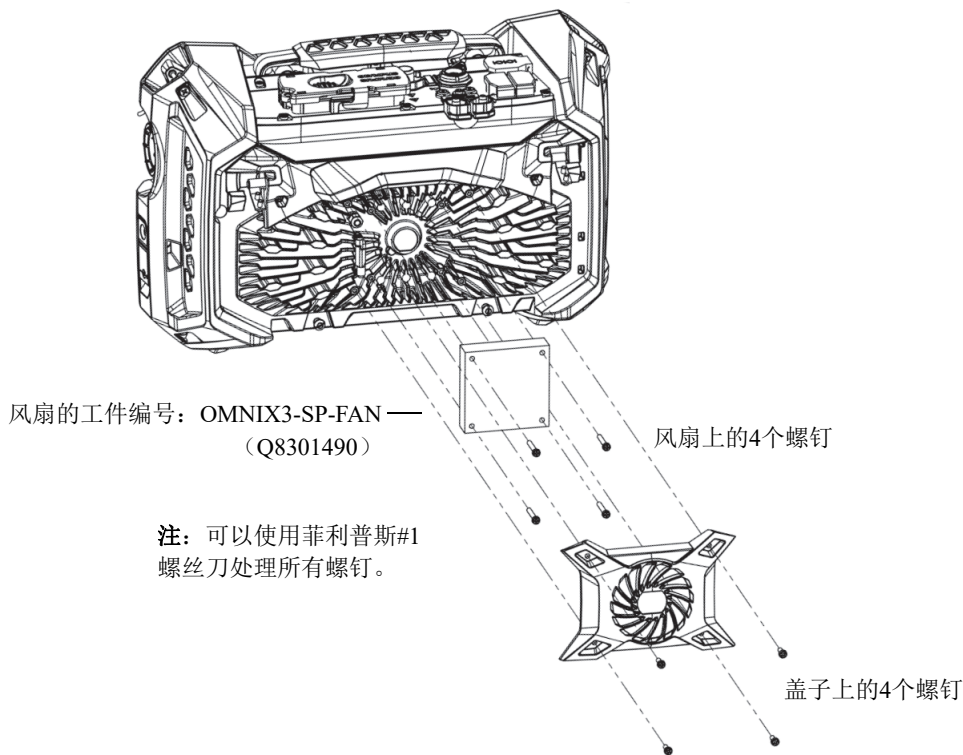

图 4-2 风扇和后盖部件的组装
2. 如果很难从外壳的外部清洁风扇，或者风扇看起来需要维修，则要将风扇盖拆卸下来（如有必要，还可将风扇取出），并根据需要，仔细地清洁部件的表面（参见第54页的图 4-2）。